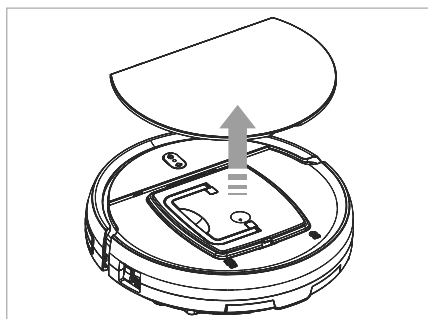

Fig. 7
- 1) Retirez le couvercle 15 du bac à poussière 14 et sortez-le de l'appareil par l'anse (voir fig. 7 et 8).